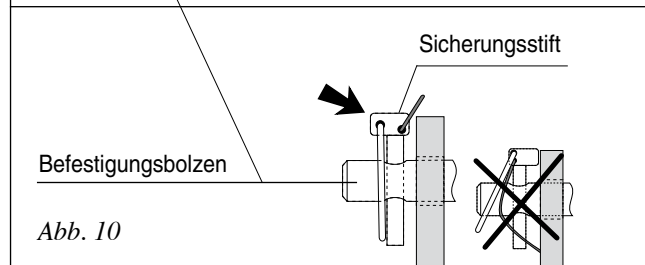

Abb. 10
- Auf **korrekte Lage des Sicherungsstifts** am Befestigungsbolzen gemäß Abb. 10 **achten!**